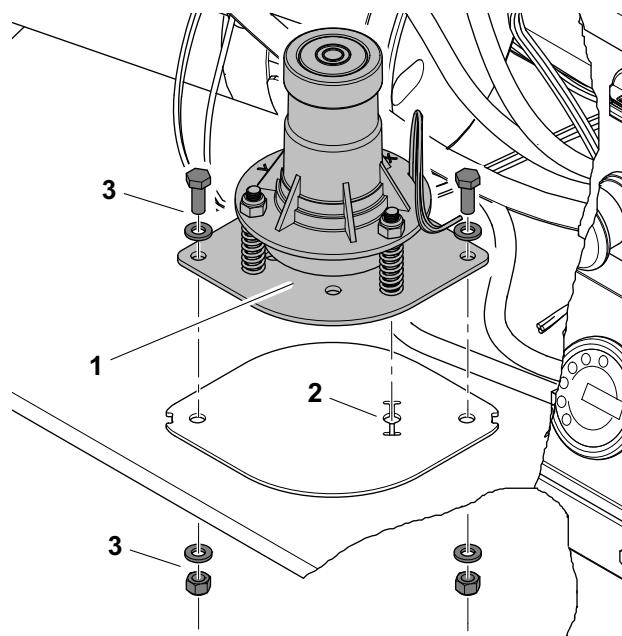

Figura 3-16. Instalação do sensor de inclinação
2. Ao montar o sensor de inclinação de volta na estrutura da base, alinhe o pino de montagem na parte inferior do sensor com o furo na placa de montagem na estrutura da base (*item 2 - Figura 3-16.*).